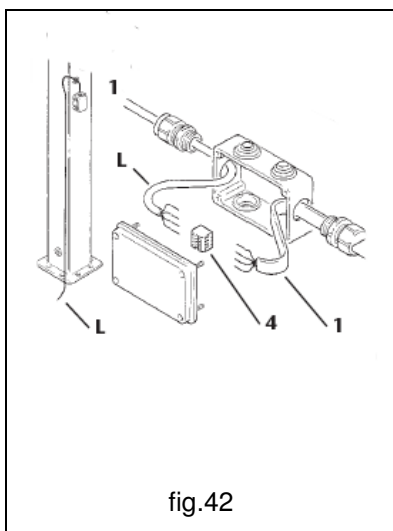

fig.42
4. Collegare ai morsetti 4 contenuti nella scatola di derivazione il cavo di alimentazione 1 ed il cavo di linea L (inserito in precedenza nella colonna – Vedi 4.3.3 – Montaggio colonna) - (fig.42).